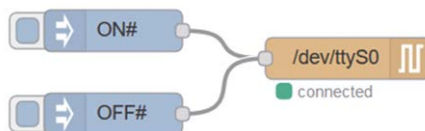

Figure 14.10 Programme de flux du projet
Programme de flux Node-RED : La figure 14.10 montre le programme de flux qui se compose de seulement 3 nœuds : deux nœuds d'injection pour envoyer les commandes ON# ou OFF# au port série, et un port de sortie série pour envoyer les commandes au DevKitC ESP32. Vous devez désactiver le port série de la console (/dev/ttyS0) comme décrit au chapitre 11 afin que vous puissiez utiliser le port série du Raspberry Pi.
- Rejoindre tous les nœuds comme dans la figure 14.10 et cliquer **Déployer**.